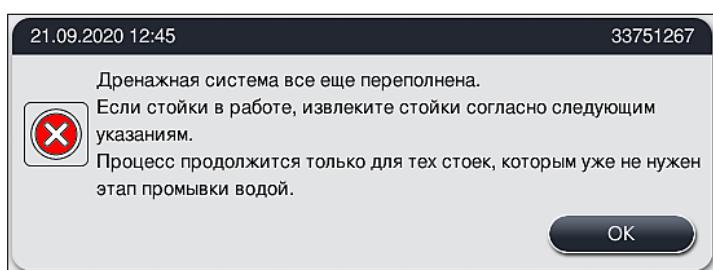

Рис. 125
3. Если несмотря на все попытки очистки устранить засорение не удаётся, промывочные станции деактивируются из-за сохраняющегося критического уровня воды. Соответствующие промывочные станции отображаются на экране как неисправные. Для отмены одной или нескольких программ нажмите (→ "Рис. 123-2") или (→ "Рис. 124-2") для запуска управляемого процесса отмены. Программы, не содержащие этап промывочной воды, продолжаются до завершения процесса окрашивания. Все стойки, требующие реализации по меньшей мере одного этапа промывочной воды, должны быть отменены и извлечены из прибора. Подтвердите следующее сообщение (→ "Рис. 125") нажатием **OK**.